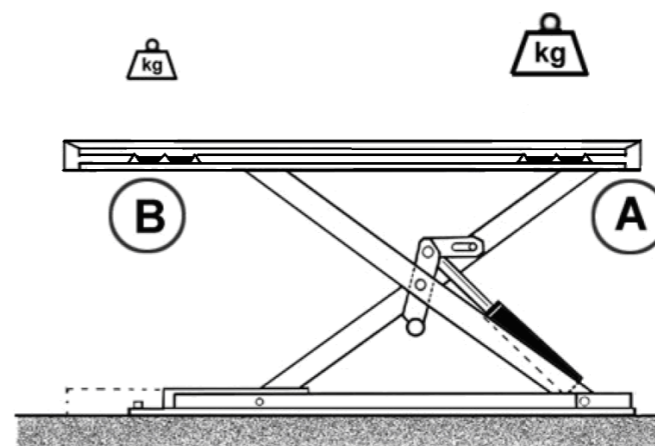

Figura 8 - Schema condizioni posizionamento veicolo
- Posizionare il veicolo in modo che l'asse pesante sia sul lato A del sollevatore come in figura 8.